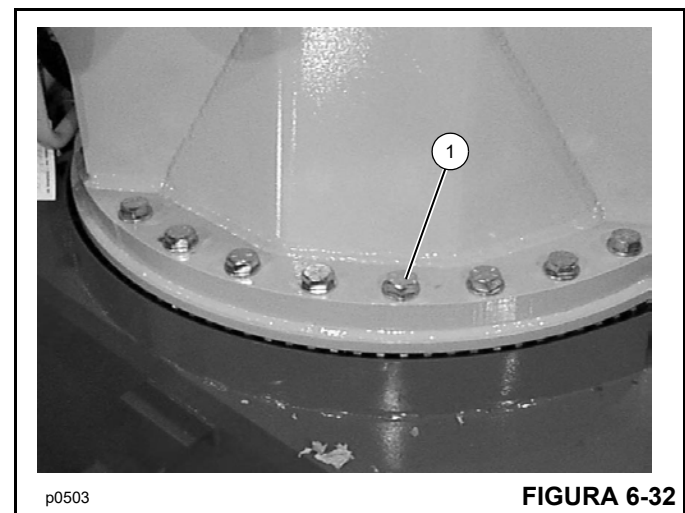

FIGURA 6-32
Apriete los veintiséis (26) pernos de montaje de 7/8 pulg del mástil (1, Figura 6-32) a 619 Nm (455 lb-pie). Apriete cada perno en forma entrecruzada.